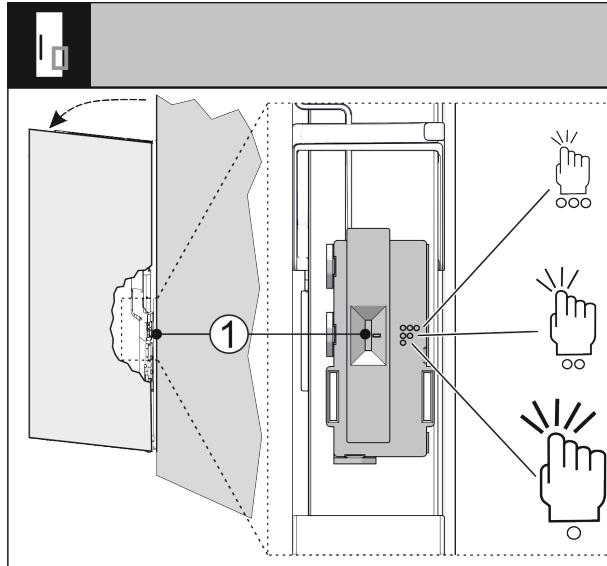

Fig. 71
Чутливість датчика постукування можна налаштувати за допомогою перемикача Fig. 71 (1). Перемикач розташовується з боку петель у нижній третині дверей.
- Пересуньте перемикач Fig. 71 (1) у потрібне положення.